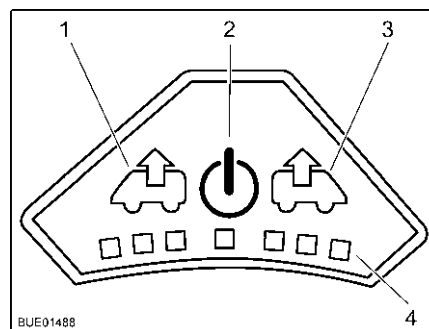

Fig. 101 Panneau de commande du ventilateur
- Appuyer sur la touche Marche/Arrêt (Fig. 101,2). Le ventilateur fonction en mode confort (aération à faible vitesse de rotation).
- Pour augmenter la vitesse de rotation du ventilateur, appuyer sur la touche Ventiler (Fig. 101,1). La vitesse de rotation du ventilateur augmente d'un niveau de puissance dans le sens de l'échappement. Les DEL (Fig. 101,4) montrent les niveaux de puissance.
- Pour réduire la vitesse de rotation du ventilateur, appuyer sur la touche Aérer (Fig. 101,3). La vitesse de rotation du ventilateur diminue d'un niveau de puissance.
- Pour augmenter la vitesse de rotation du ventilateur, appuyer sur la touche Aérer (Fig. 101,3). La vitesse de rotation du ventilateur augmente d'un niveau de puissance dans le sens de l'aération. Les DEL (Fig. 101,4) montrent les niveaux de puissance.
- Pour réduire la vitesse de rotation du ventilateur, appuyer sur la touche Ventiler (Fig. 101,1). La vitesse de rotation du ventilateur diminue d'un niveau de puissance.
- Appuyer sur la touche Marche/Arrêt (Fig. 101,2). Le ventilateur s'arrête, les DEL s'éteignent.